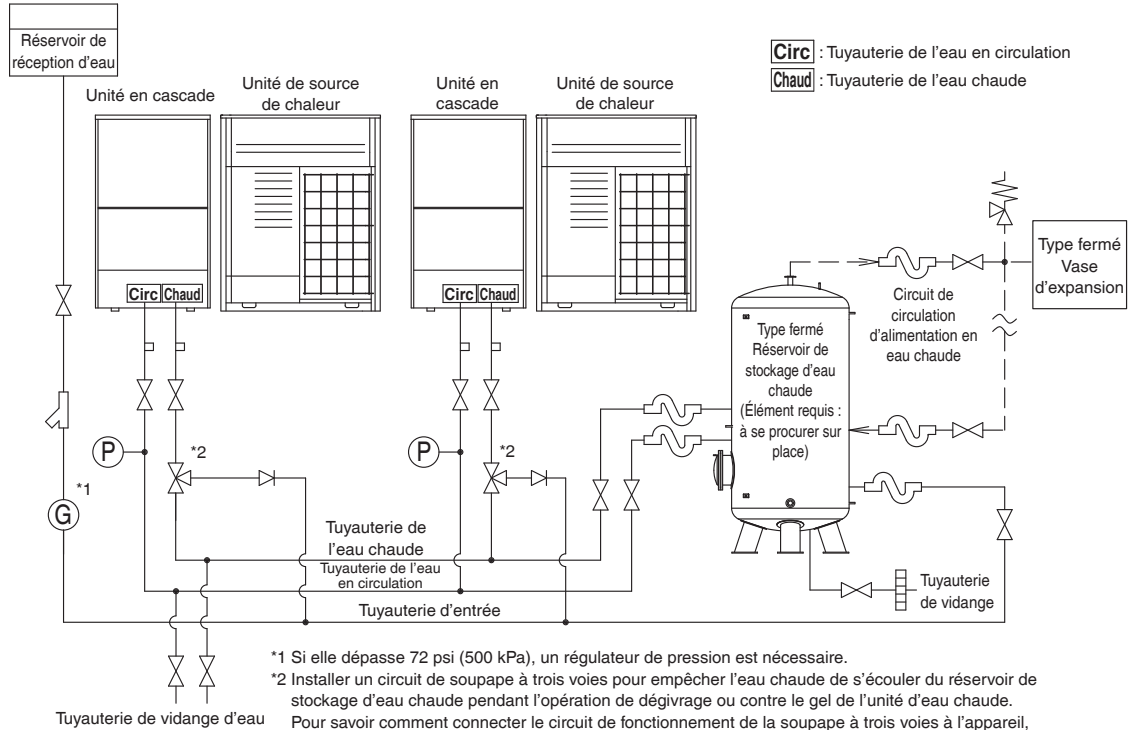

Fig. 14
- La Fig. 14 montre des exemples d'installation lorsque 2 unités de production d'eau chaude par pompe à chaleur sont connectées.